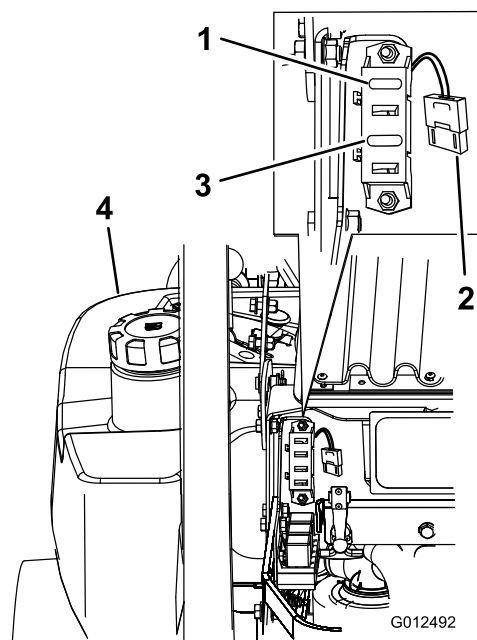

Figura 55
1. Desenganche el capó del motor y levántelo para tener acceso al portafusibles (Figura 55).
3. Instale un fusible nuevo (Figura 55).